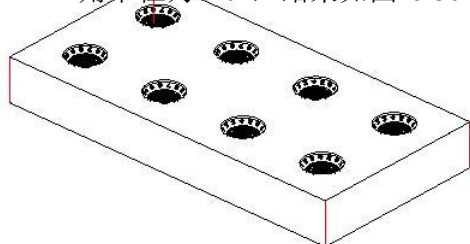
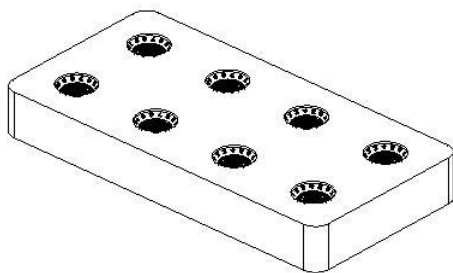

图5-35
图5-36
- 使用【边倒圆】功能创建圆角特征，选择 4 条竖直边缘，如图 5-35 所示，圆角半径为“10”，结果如图 5-36 所示。